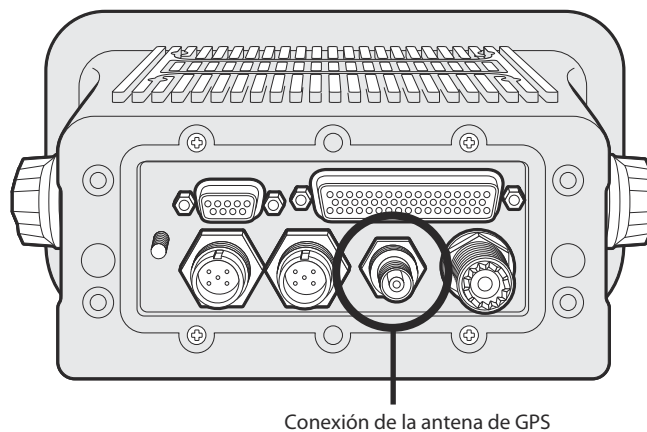

Ilustración 40 Conexión de la antena de GPS
- Conecte el cable de la antena de GPS al conector de GPS del transceptor AIS como se muestra en la Ilustración 40.
Si todavía no se han realizado las conexiones de la antena, ahora deben conectarse las antenas de GPS y VHF al transceptor. Consulte la Ilustración 40 y la Ilustración 42 para que le sirva de orientación.